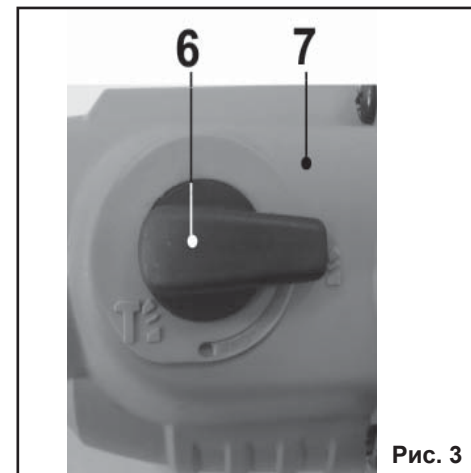

Рис. 3
9.1.3. Поверните переключатель режимов (6) в положение «сверление» согласно Рис.3.
9.3.2. Поверните рычаг переключателя режимов (6) в положение «сверление» согласно Рис.3.